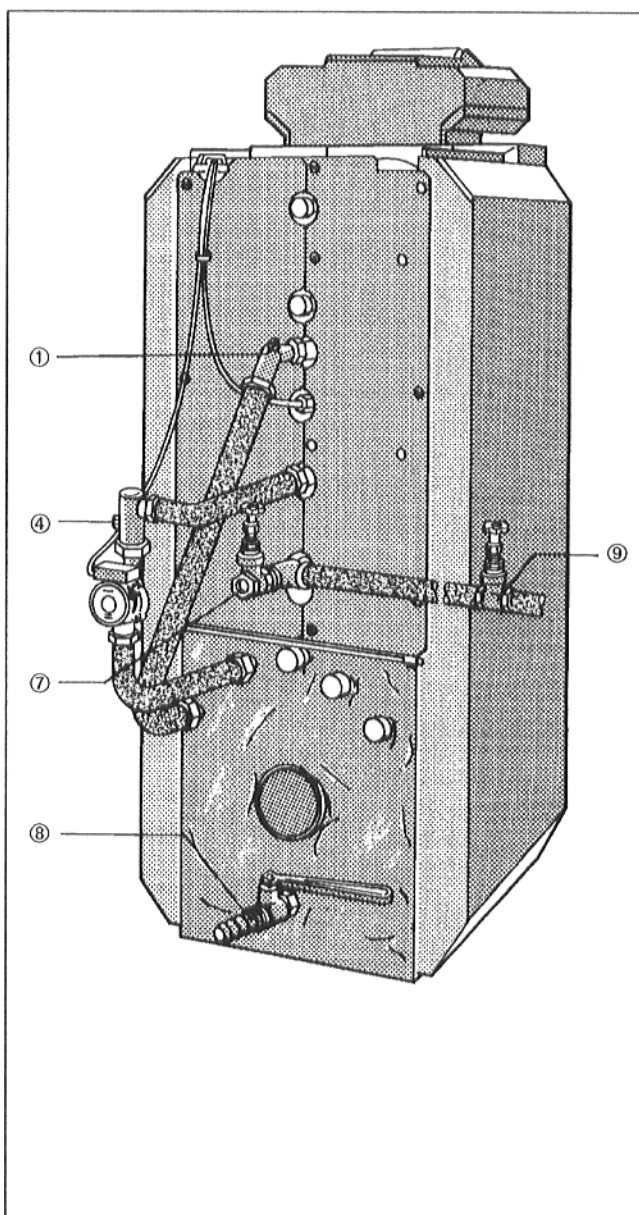

Fig. 32
- Aprire la vite di sfiato ① sulla mandata dell'accumulatore (Fig. 32).
- Aprire con la vite di regolazione ④ la valvola antiritorno angolare (intaglio della vite verticale - Fig. 32).
- Aprire il rubinetto di carico e scarico ⑧ e riempire l'impianto fino alla fuoriuscita di acqua dalla vite di sfiato ①.
- Avvitare la vite di sfiato ①.
- Con la vite di regolazione ④ mettere in posizione di esercizio la valvola antiritorno angolare (intaglio della vite orizzontale).
- Verificare che la valvola di scarico ⑦ sia chiusa.
- Aprire la valvola ⑨ per l'alimentazione di acqua fredda del corpo dell'accumulatore.